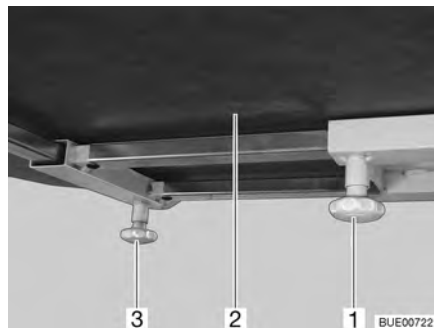

Fig. 82 Table fixe
*Déplacer dans le sens de la longueur :* ■ Desserrer la vis moletée (Fig. 82,1).
■ Pousser le plateau (Fig. 82,2) dans la position désirée.
*Déplacer dans le sens de la largeur :* ■ Desserrer la vis moletée (Fig. 82,3).